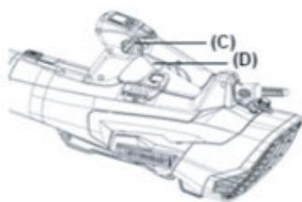

Fig 10
3. Ventilatoren kan låses ved enhver hastighed med hastighedslåshåndtaget (fig. 10)